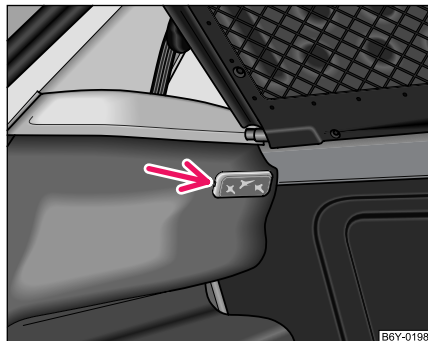

Abb. 167 Gepäckraumleuchte ausbauen
- Setzen Sie einen Schraubendreher in den Schlitz neben der Leuchte ein ⇒ Abb. 167. Leuchte vorsichtig heraushebeln.